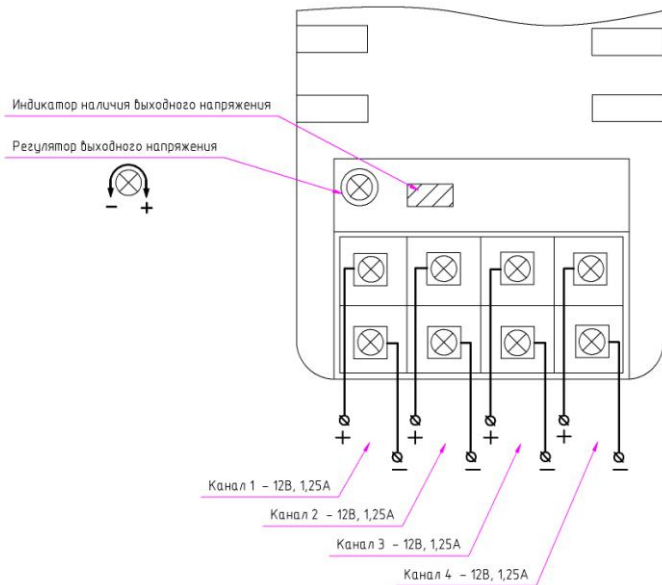
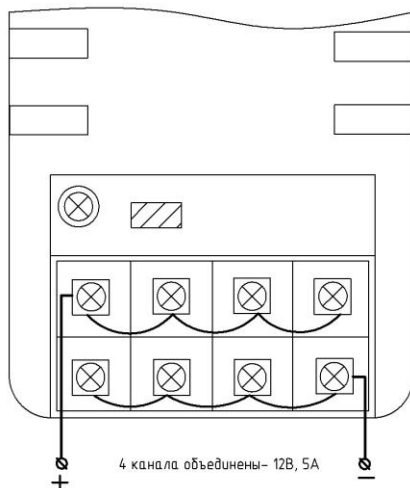

Рисунок 1 – Схема подключения. 4 канала по 12В 1.25А
Рисунок 2 – Схема подключения. 12В 5А.
- проверьте соответствие выходного напряжения значению $12.5 \pm 0.3В$ для **OPTIMUS-1250** для коррекции выходного напряжения воспользуйтесь регулятором выходного напряжения. Расположение регулятора указано на схеме подключения. На этом проверка закончена. Подсоедините к клеммам **OPTIMUS-1250** необходимые потребители энергии. На каждый канал возможно подключение нагрузки только до 1.25А, если требуется подключить нагрузку с потреблением до 5А, то объедините каналы как показано на рисунке 2. Проверьте правильность монтажа согласно схемы подключения, рисунок 1 и рисунок 2. Закройте крышку прибора и опломбируйте ее.